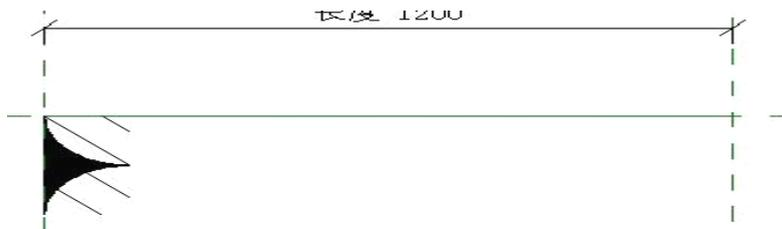

图 19.5-7
2)、单击“详图”面板中的“详图构件”命令,载入上面制作的“自然土壤”构件,单击视图放置土壤详图(如图 19.5-7 所示),通过旋转使它水平放置。